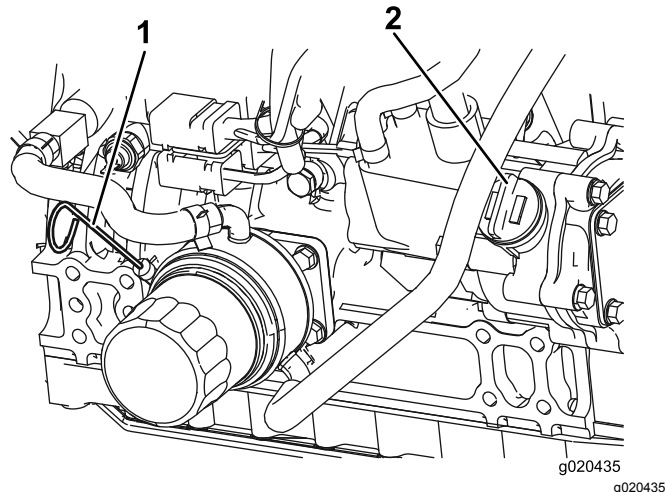

Figura 73
3. Retire a vareta, limpe-a, coloque-a no tubo e volte a retirá-la em seguida. O nível de óleo deverá atingir a marca Cheio (Figura 73).
4. Se o nível de óleo se encontrar abaixo da marca Cheio, deverá retirar a tampa de enchimento (Figura 73) e adicionar óleo até o nível atingir a marca desejada. **Não encha demasiado.**